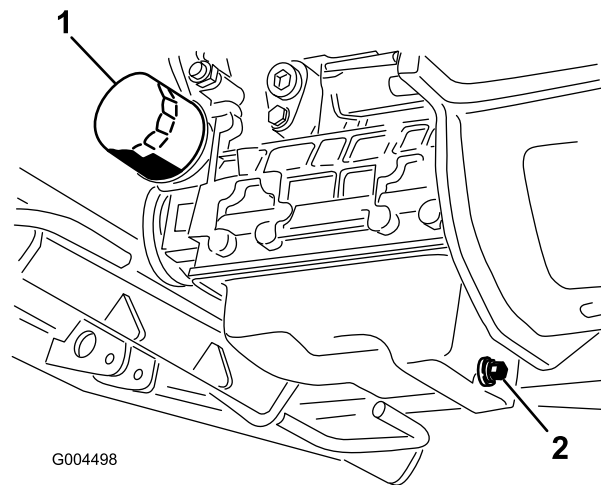

図 46
3. オイルパンの下についているドレン・プラグの下に廃油受けをおく (図 46)。
6. オイル・フィルタ (図 46) を取り外して交換する。